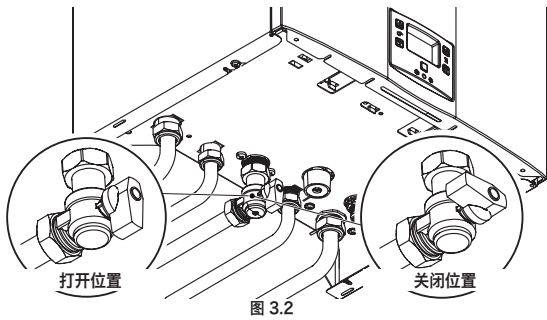

图 3.2
- 锅炉阀门与安装期间安装的阀门必须打开 (图 3.2)。
- 关闭锅炉阀门 (图 3.2)。